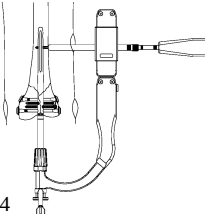

図 4
- ドリルにて骨幹部スクリューの穴あけを行い, ドライバーにてフルスレッドスクリューを挿入します。 (図 4)